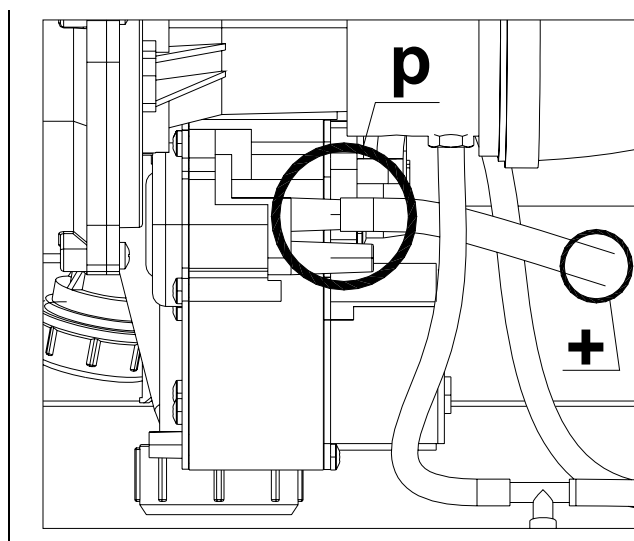

Figura 30
- 9) Collegare la presa pressione positiva del micromanometro alla presa pressione OFF-SET della valvola gas utilizzando un altro tubetto al silicone (Figura 30 a pagina 49).